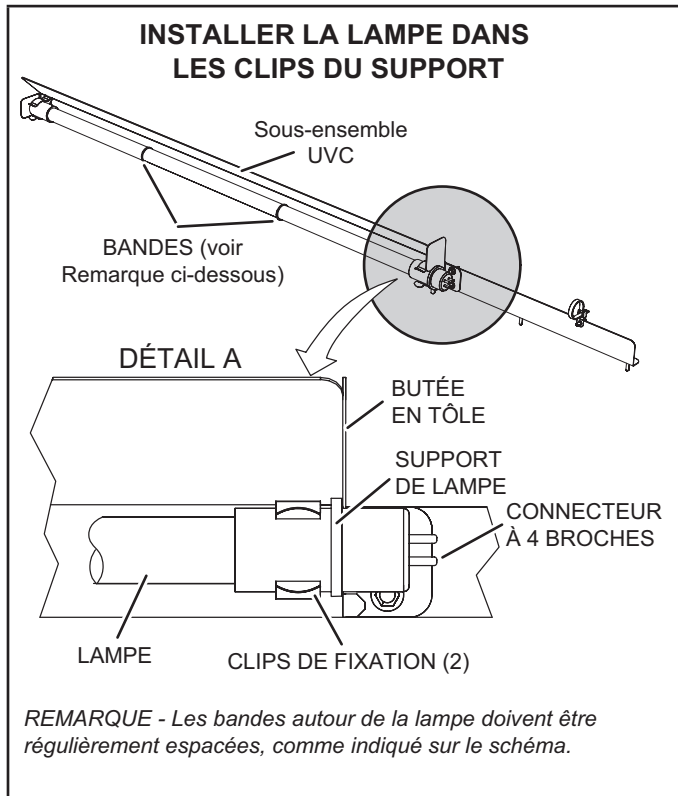

FIGURE 40
- 7 - Porter des gants en coton ou utiliser un chiffon en coton pour manipuler la nouvelle lampe. Placer la nouvelle lampe dans les clips de fixation de l'ensemble UVC. Vérifier que la bride de la lampe située à l'extrémité du connecteur est bien insérée entre le clip de fixation de la lampe et la butée métallique (voir FIGURE 40).